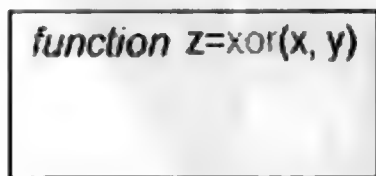

图 3.6.5 定义函数
(2) 单击?处进入编辑状态,用户可以在此定义所需要的函数。函数名的语法规则为: $[n1, n2, n3 \dots] = \text{函数名}(a1, a2, a3 \dots)$,其中 $n1, n2, n3$ 为返回值, $a1, a2, a3$ 为参数值,如图 3.6.5 所示。